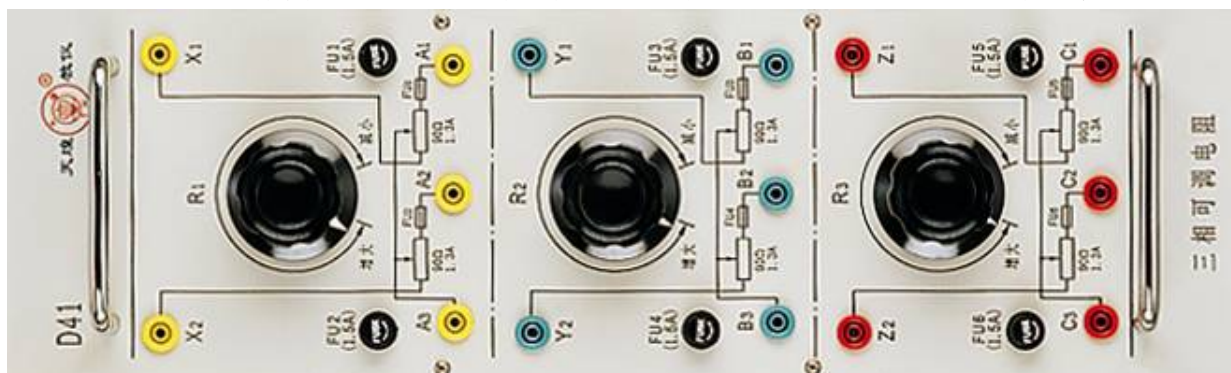

图3 三相可调电阻箱
④ 加负载：PEC06型三相数字PWM整流器组件直流输出【U+】接电阻箱【A1】，直流输出电阻箱【U-】接【C2】，将电阻箱的【A2】接【B1】、【B2】接【C1】，电阻【R1】、【R2】、【R3】调到最大（逆时针旋转到到底），其中【D41型三相可调电阻箱】见图3。